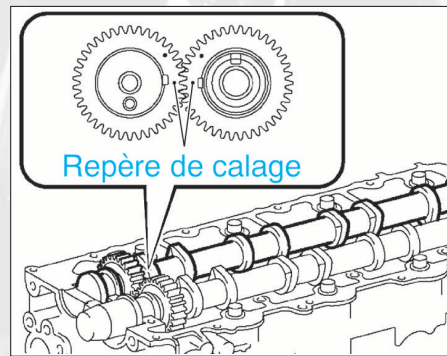

FIG. 75
- Reposer l'arbre à cames d'échappement en alignant les repères de calage des pignons des arbres à cames (fig. 75).